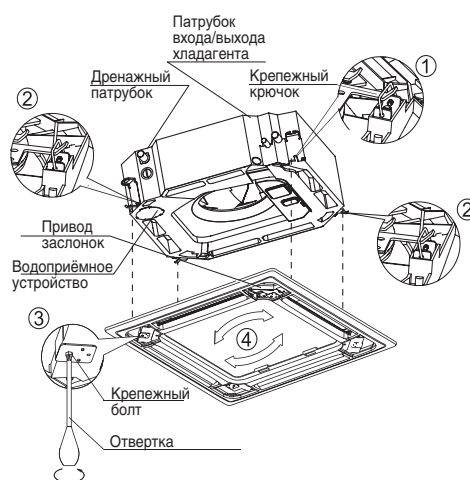

Рис. 2.8
- Расположите декоративную панель таким образом, чтобы угол, где находится привод заслонок совпадал со стороной водоприёмного устройства (рис. 2.8)